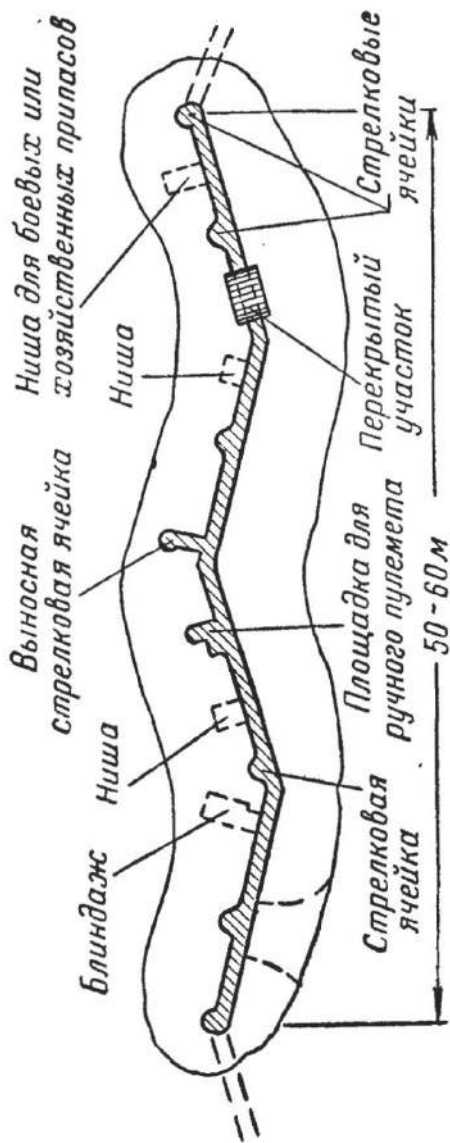

Рис. 2. Окоп на стрелковое отделение
1. Окоп на стрелковое отделение (рис. 2).